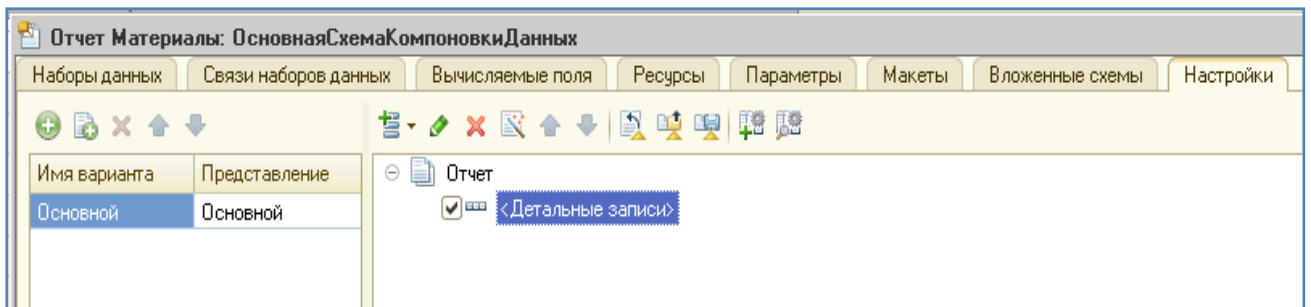

Рис. 22. Группировка *ДетальныеЗаписи*
8. Перейти на закладку Настройки. Выделить корневой элемент Отчет и добавить Новую группировку. Появится группировка Детальные записи (рис. 22).